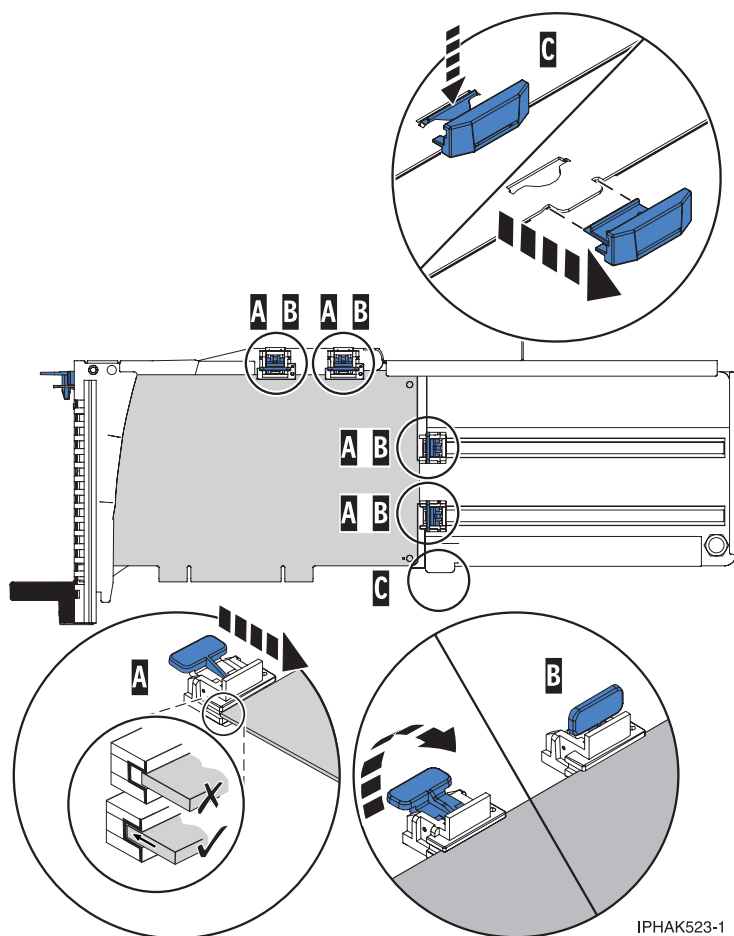

Figure 59. Carte de taille moyenne dans la cassette de cartes PCI avec les supports en place
- Retirez le stabilisateur de carte (C). Pour plus d'informations, voir figure 59, à la page 71.
- Placez et verrouillez les crochets de retenue (B).
- Vérifiez que le bord de la carte est emboîté dans chaque rainure de retenue (A). Si la forme de l'adaptateur ou la présence d'un connecteur empêche le bord de l'adaptateur de reposer dans la rainure de retenue, vérifiez que le crochet de retenue est toujours maintenu fermement contre le bord ou le connecteur.